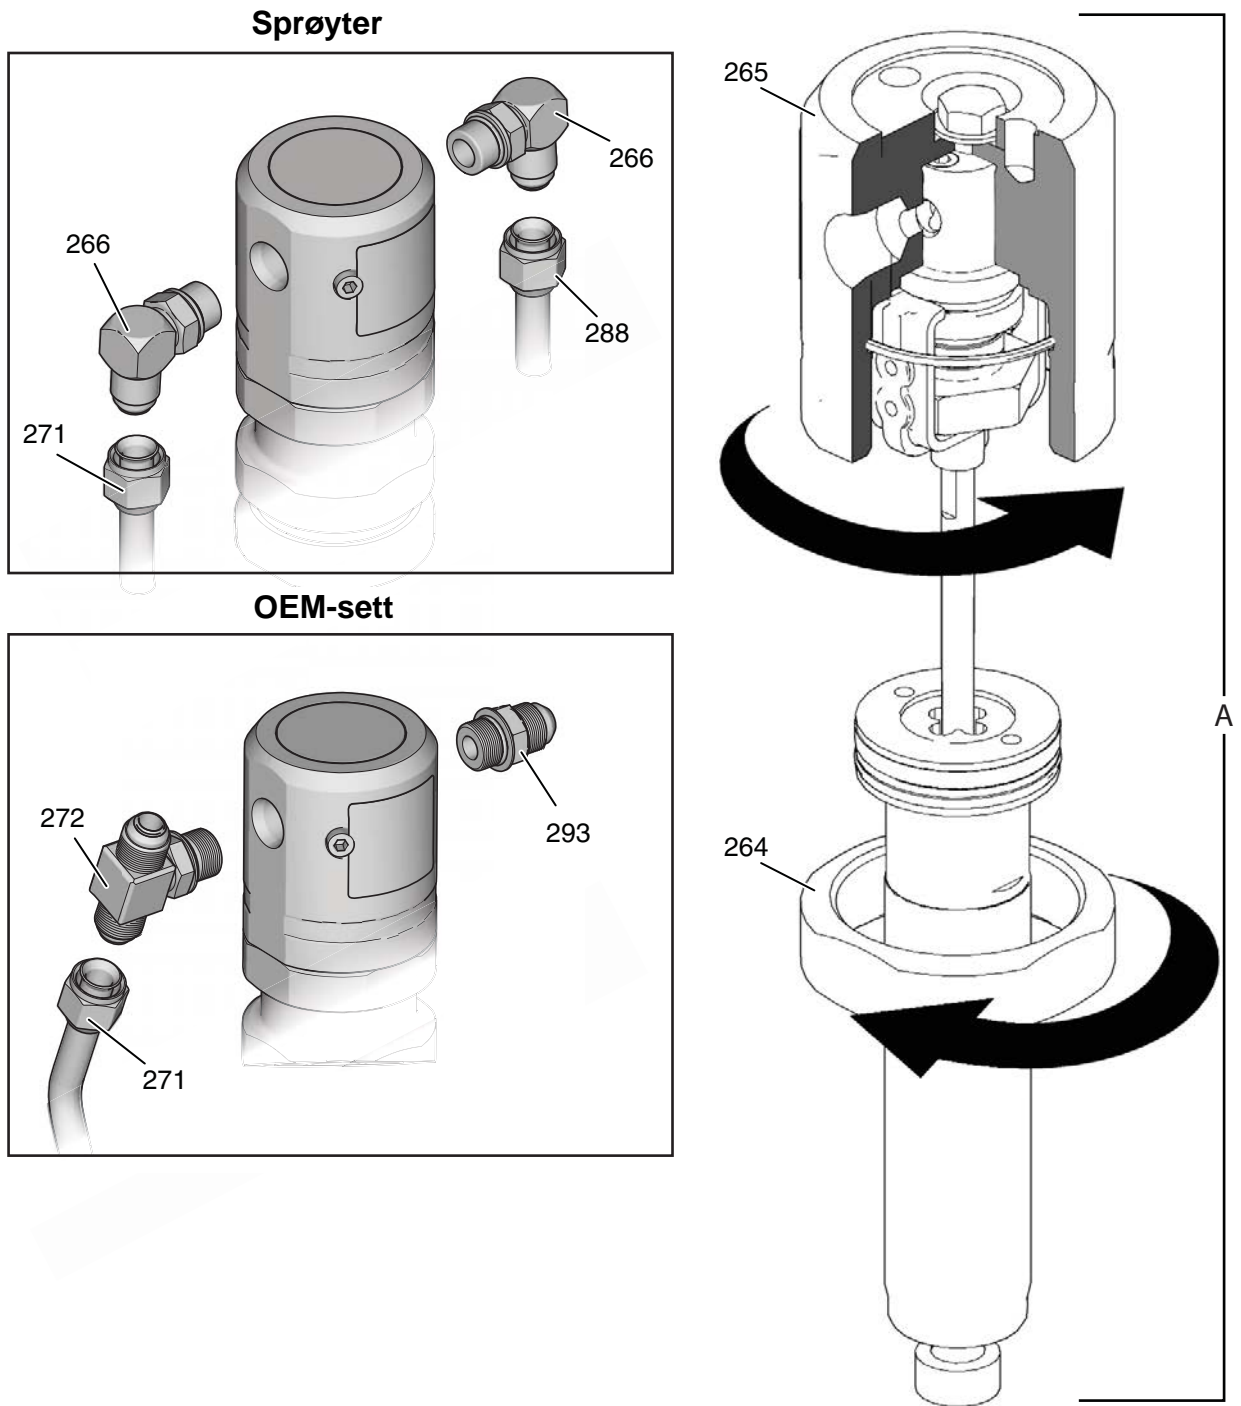

FIG. 5
1. Skyv stempelstang-enheten inn i den hydrauliske motorens sylinder (263).
2. Skru ned motorlokket (265). Løsne lokket slik at inntaket og uttaket rettes opp med de hydrauliske slangekoplingene, og testhullet i motorlokket peker mot reimbuskytteren (117).
3. Skru sikringsmutteren (264) mot motorlokket (265) med et tiltrekningsmoment på 150 ft-lb (17 N·m).
4. Fig. 5. Monter de hydrauliske rørene (271, 288) på koplingene (266) øverst på venstre og høyre side av den hydrauliske motoren med et tiltrekningsmoment på 40 ft-lb (54,2 N·m).